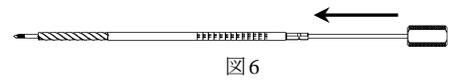

図6
- 6.7 中空ドリル使用後、3.2 ガイドピンが中空ドリルから抜けなくなってしまう場合は、ドリル後端からガイドピンプッシャーを挿入し、ガイドピン後端を押し、除去します。(図6)